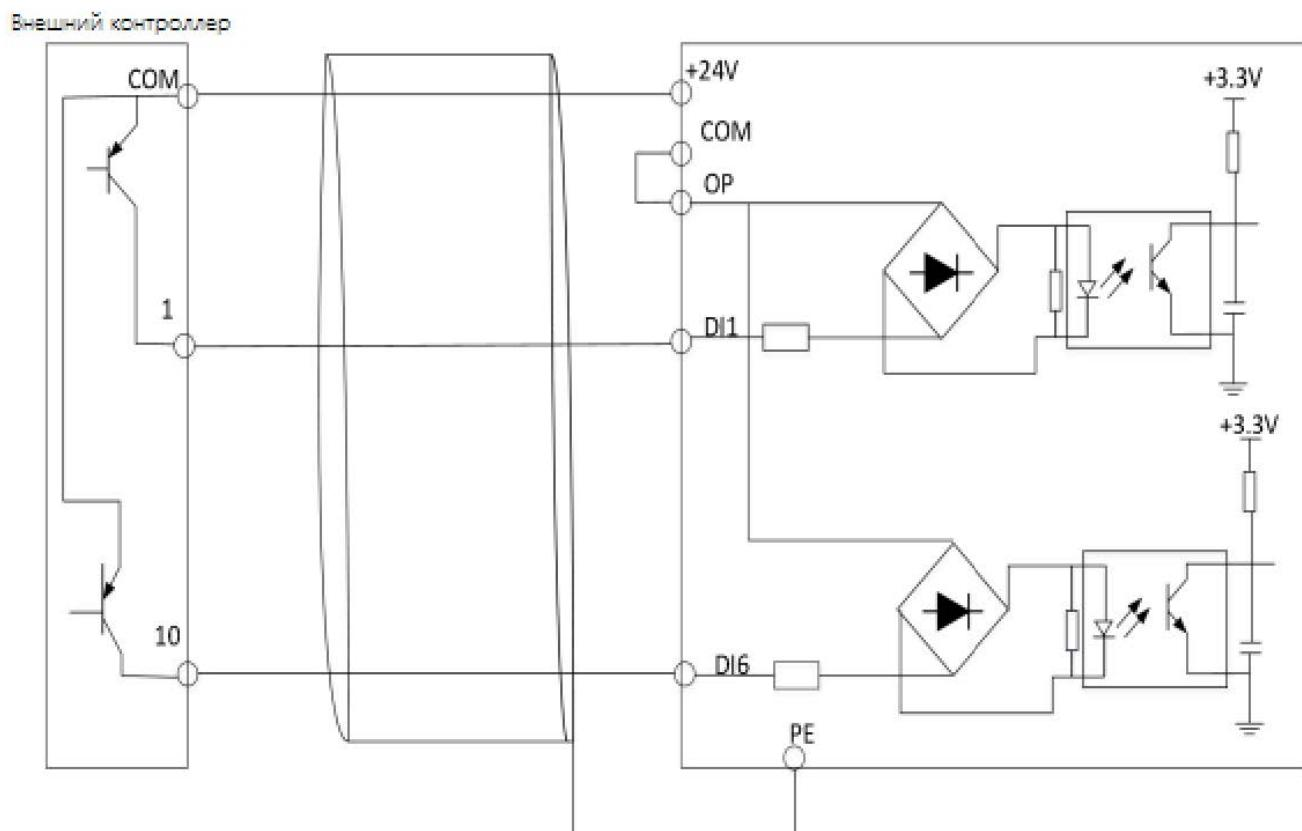

Рис. 3-9 Подключение с использованием внутреннего источника с ключами PNP
1. Используйте внутренний источник питания 24 В ПЧ и внешний контроллер, оснащенный транзистором NPN с общими эмиттерами, подсоединенными согласно рис. 3-9.